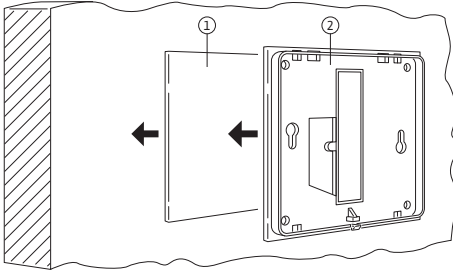

Fig. 27: Grundplatte des Raumtemperurreglers aufkleben
- Den beiliegenden Klebestreifen auf der ebenen Wandfläche aufkleben (Fig. 27, Pos. 1).
- Grundplatte des Raumtemperaturreglers auf den Klebestreifen aufkleben (Fig. 27, Pos. 2).